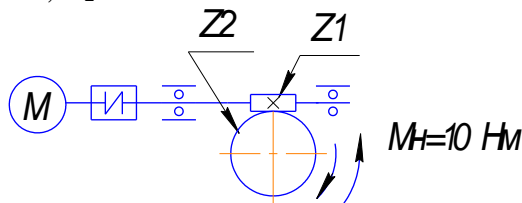

Рис. 2
2. Определить: мощность двигателя, числа оборотов валов передачи, моменты нагрузки на валах привода с червячной передачей (рис. 2).